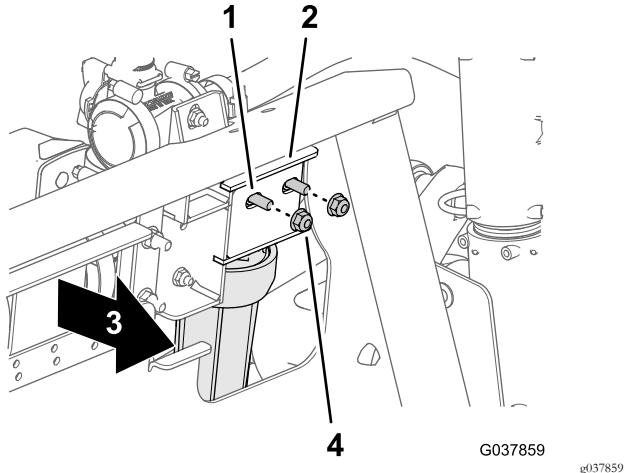

Figura 62
- Na parte frontal esquerda da montagem da válvula, retire as duas porcas de bloqueio flangeadas (5/16 pol.) que prendem o filtro de pressão ao suporte do coletor (Figura 62).